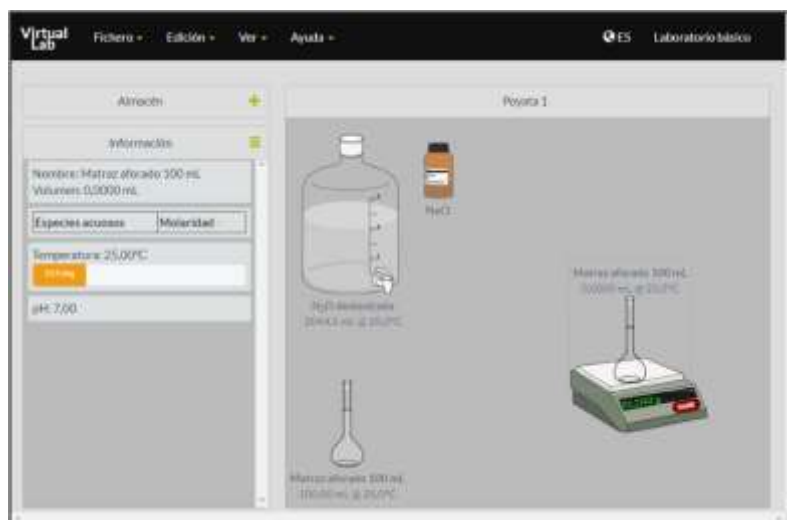

Figura 13. Simulador *Making stock solutions from solids*.
14. Determine la masa del matraz que contendrá la disolución, para esto pese un matraz vacío (figura 13): $m_{matraz\ vol.\ vacio} = \text{_____} [\quad]$